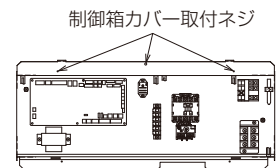

図9
(2) 電動機交換の場合は制御箱内の電磁開閉器を交換
- ①制御箱のカバーを取外してください。…図9
- ②制御箱内にある電磁開閉器を取外し、電動機に付属のものと交換してください。